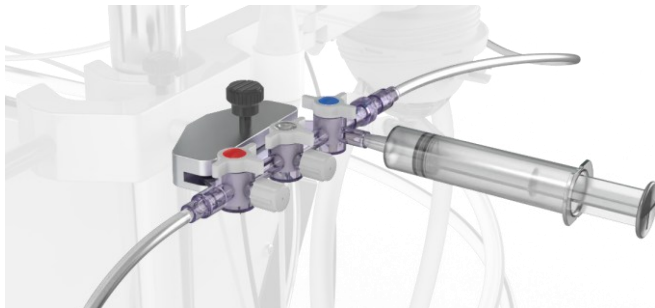

Abbildung 21 Entlüften der Probenleitung durch Aspiration mit einer Spritze. Das blaue Ventil muss sich in der angezeigten Ausrichtung befinden.
- Öffnen Sie das blaue Ventil an der Probenöffnung (Abbildung 21).